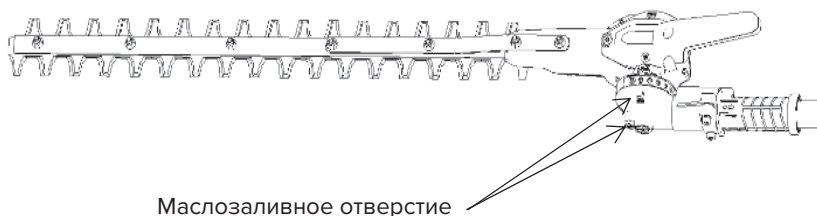

Рис. 16
2. Добавьте 5–8 г смазки на литевой основе в маслозаливное отверстие (рис. 16).